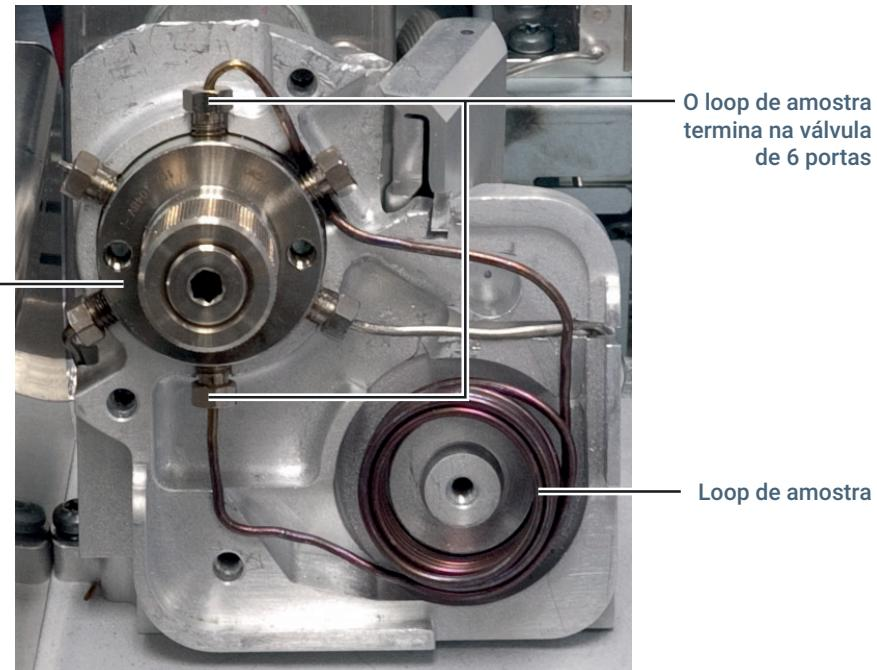

Figura 19. Desconecte o loop de amostra da válvula de 6 portas
- 7 Usando uma chave inglesa de 1/4 de polegada, desconecte as duas extremidades do loop de amostra da válvula de 6 portas (Figura 19).
- 9 Remova o loop de amostra (Figura 19). Puxe o encaixe da sonda de amostra solta apenas o suficiente para deslizar o tubo do loop de amostra por baixo dele.